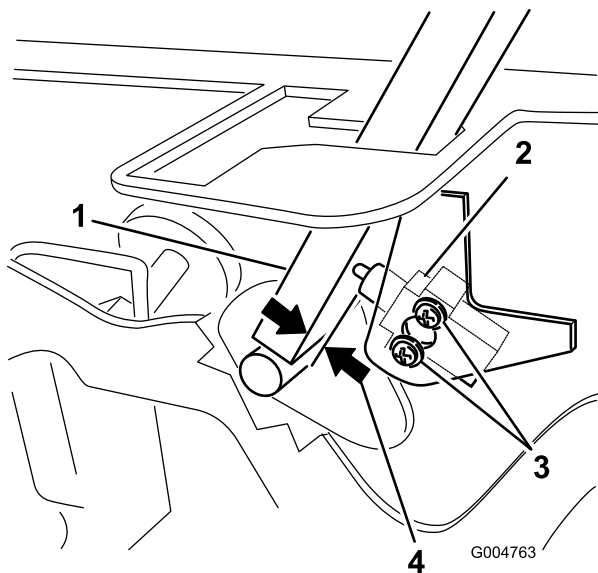

Рисунок 52
3. Ослабьте 2 винта крепления блокировочного выключателя (Рисунок 52).
- Удерживая рычаг управления прижатым к раме, переместите выключатель в направлении рычага так, чтобы расстояние между рычагом и корпусом выключателя составляло 0,4–1 мм, как показано на Рисунок 52.